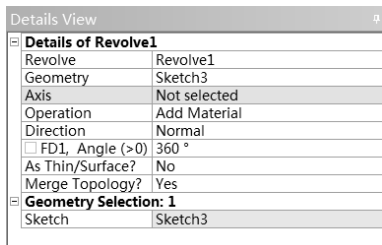

图 2-8 旋转设置面板
(3) Revolve(旋转):选择此命令后,出现如图 2-8 所示旋转设置面板。